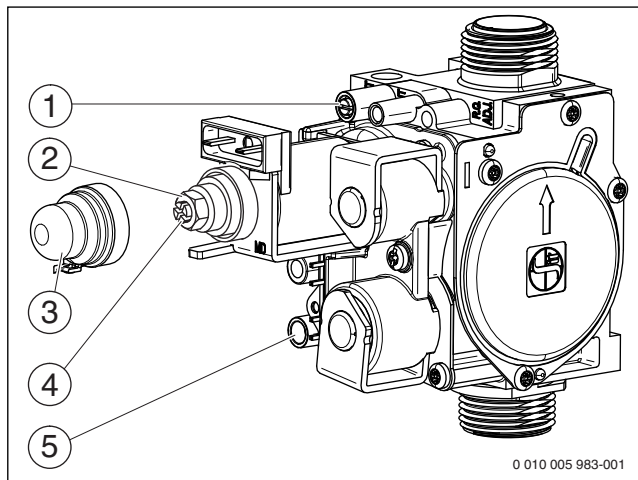

Рис. 31 Газовая арматура
- ▶ Отверните уплотнительный винт штуцера измерения давления на форсунках (рис. 31, [1]) и подсоедините U-образный манометр.
- ▶ Снимите крышку (рис. 31, [3]).
- ▶ Значение «max» давления (мбар) на форсунках приведено в таб. на стр. 43. Установите давление на форсунках регулировочным винтом максимального расхода газа (рис. 31, [2]). Поворот направо - больше газа, поворот налево - меньше газа.
- ▶ Значение «min» давления (мбар) на форсунках приведено в таб. на стр. 43. Установите давление на форсунках регулировочным винтом минимального расхода газа (рис. 31, [4]).
- ▶ Выключите котёл и закройте газовый кран, отсоедините U-образный манометр и заверните уплотнительный винт (рис. 31). Рис. 31
- ▶ Отверните уплотнительный винт на штуцере измерения подаваемого давления газа (рис. 31, [5]) и подсоедините манометр.
- ▶ Установите и опломбируйте крышку (рис. 31, [3]).